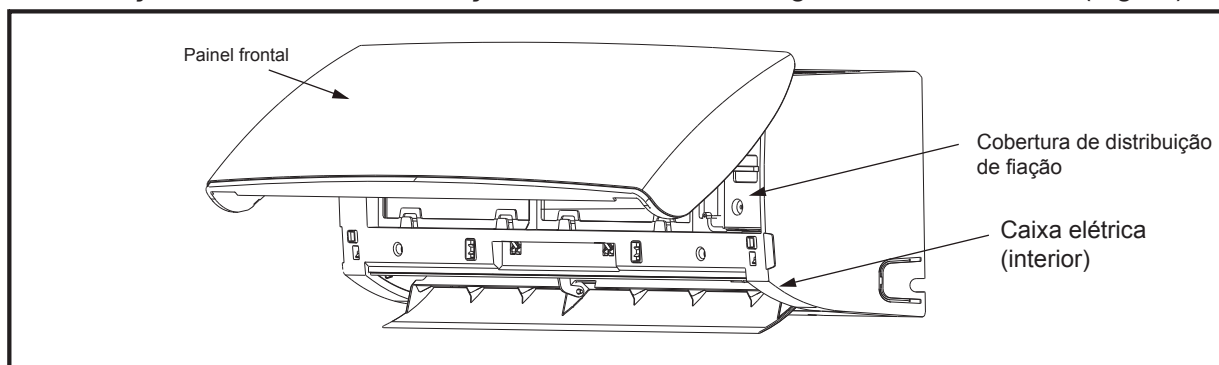
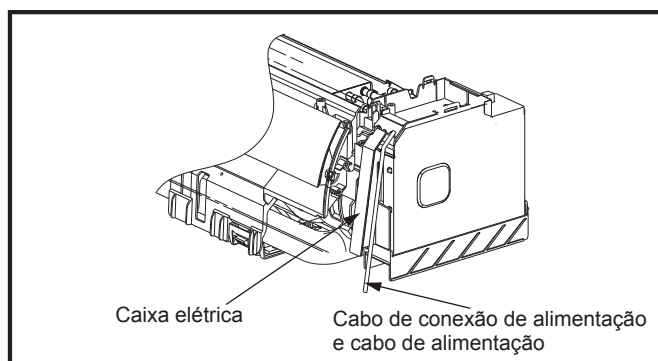

Fig. 16
Fig. 17
- 6). Abra o painel frontal e a tampa de distribuição e fiação (Fig.16), em seguida, oriente cabo de ligação de alimentação e o cabo de alimentação através do trilho de guia da caixa elétrica (Fig.17).